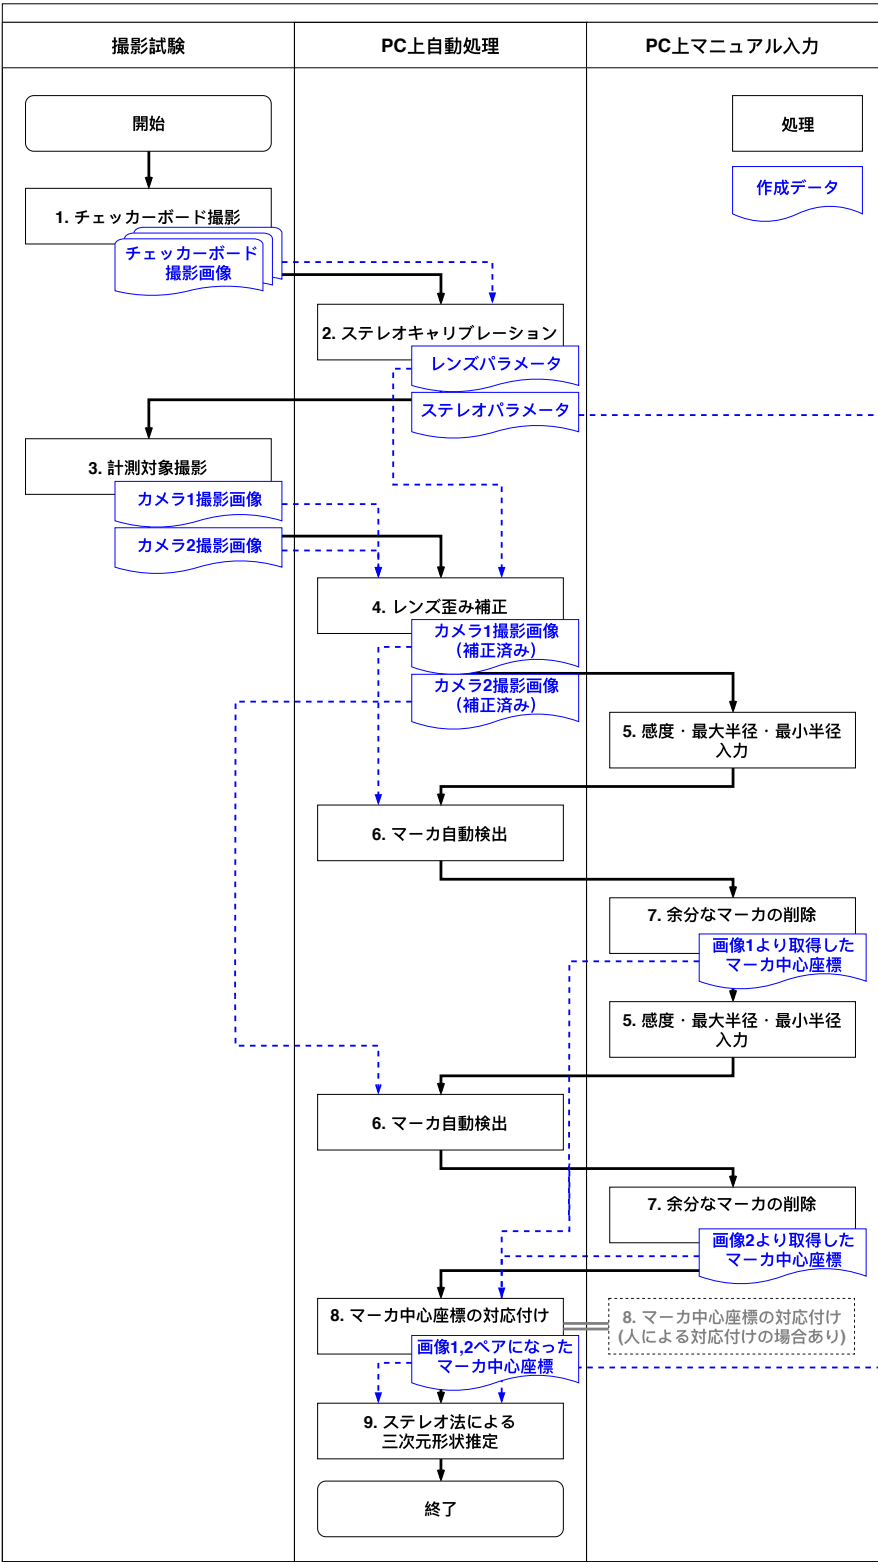

図 3.1: 3次元計測システムフローチャート
三次元計測システムのフローチャートを図 3.1 に示す。図 3.1 中では、黒色の四角マークが「処理」、青色のデータマークが「各処理によって作成されたデータ」を示している。
- (1) GaZooCapture：図 3.1 の「処理 1. チェッカーボード撮影」および「処理 3. 計測対象撮影」で使用する。ステレオカメラは 2 台同時に撮影する必要があるので, PC を 2 台用意し, 各 PC にこのアプリケーションを入れておく必要がある。
- (2) MATLAB：図 3.1 の「処理 2. ステレオキャリブレーション」および「処理 4. レンズ歪み補正」以降の処理で使用。